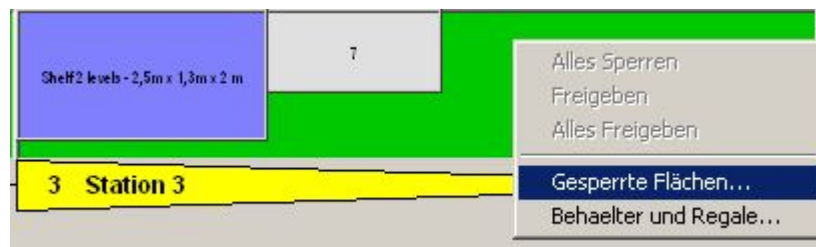

Abbildung 277: Kontextmenü belegte Flächen
- Mit Hilfe des Menüeintrags *Gesperrte Flächen...* können einzelne Bereiche einer Materialbereitstellungsfläche gesperrt werden. Siehe auch: Abbildung 277.